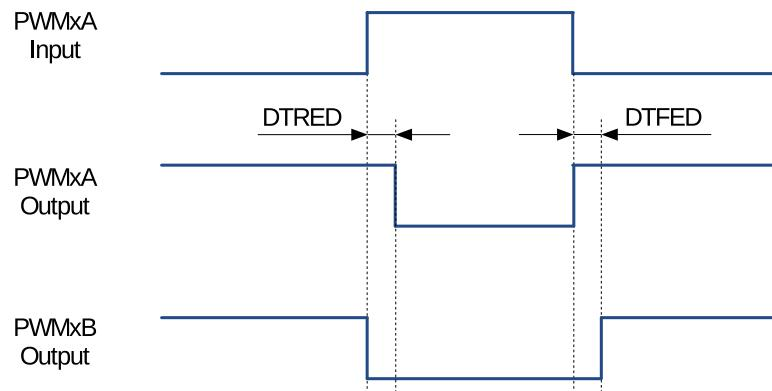

图 117: 低电平有效 (AL) 死区波形
| 5  | 低电平有效 (AL), 参见图 117                                     | 0  | 0  | 1     | 1     |